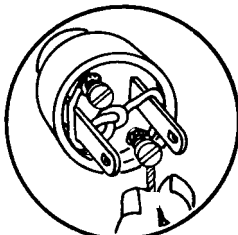

Fig. 9
9. Wrap the wire around the screw, clockwise (Fig. 9).
9. Envuelva el alambre a la derecha en el tornillo (Fig. 9).